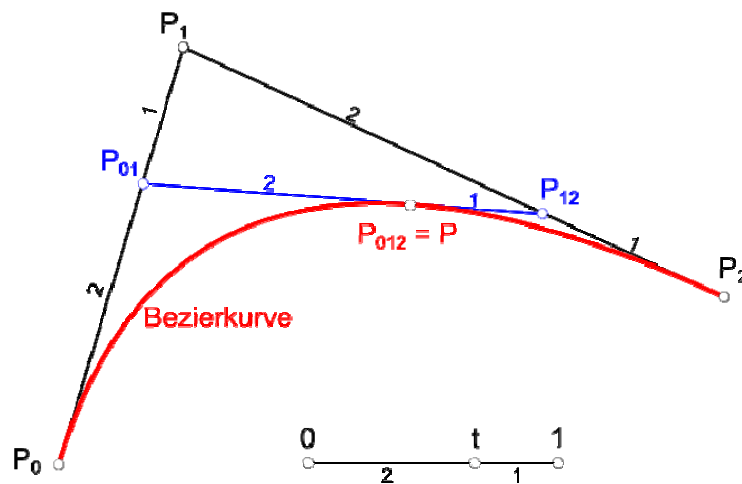

Abbildung 4 Der Casteljau-Algorithmus für Bezierkurven am Beispiel für drei Basispunkte P_0, P_1, P_2 .
Als Beispiel für die Erzeugung von Freiformkurven wird hier der Casteljau-Algorithmus zur Erzeugung der Bezierkurven näher erklärt (siehe Abbildung 4): Der Benutzer wählt beliebig viele Punkte P_0, \dots, P_n (in unserem Beispiele sind es drei Punkte P_0, P_1, P_2). Der Algorithmus nimmt nun einen Parameterwert t (= Zahl) zwischen 0 und 1 und bestimmt das Verhältnis von t und dem Rest bis 1, dh:
- Die Verbindungsgerade der vorletzten beiden Punkte im Algorithmus stimmt mit der Tangente der Kurve überein (in Abbildung 4 ist das die Gerade $P_{01}P_{12}$).